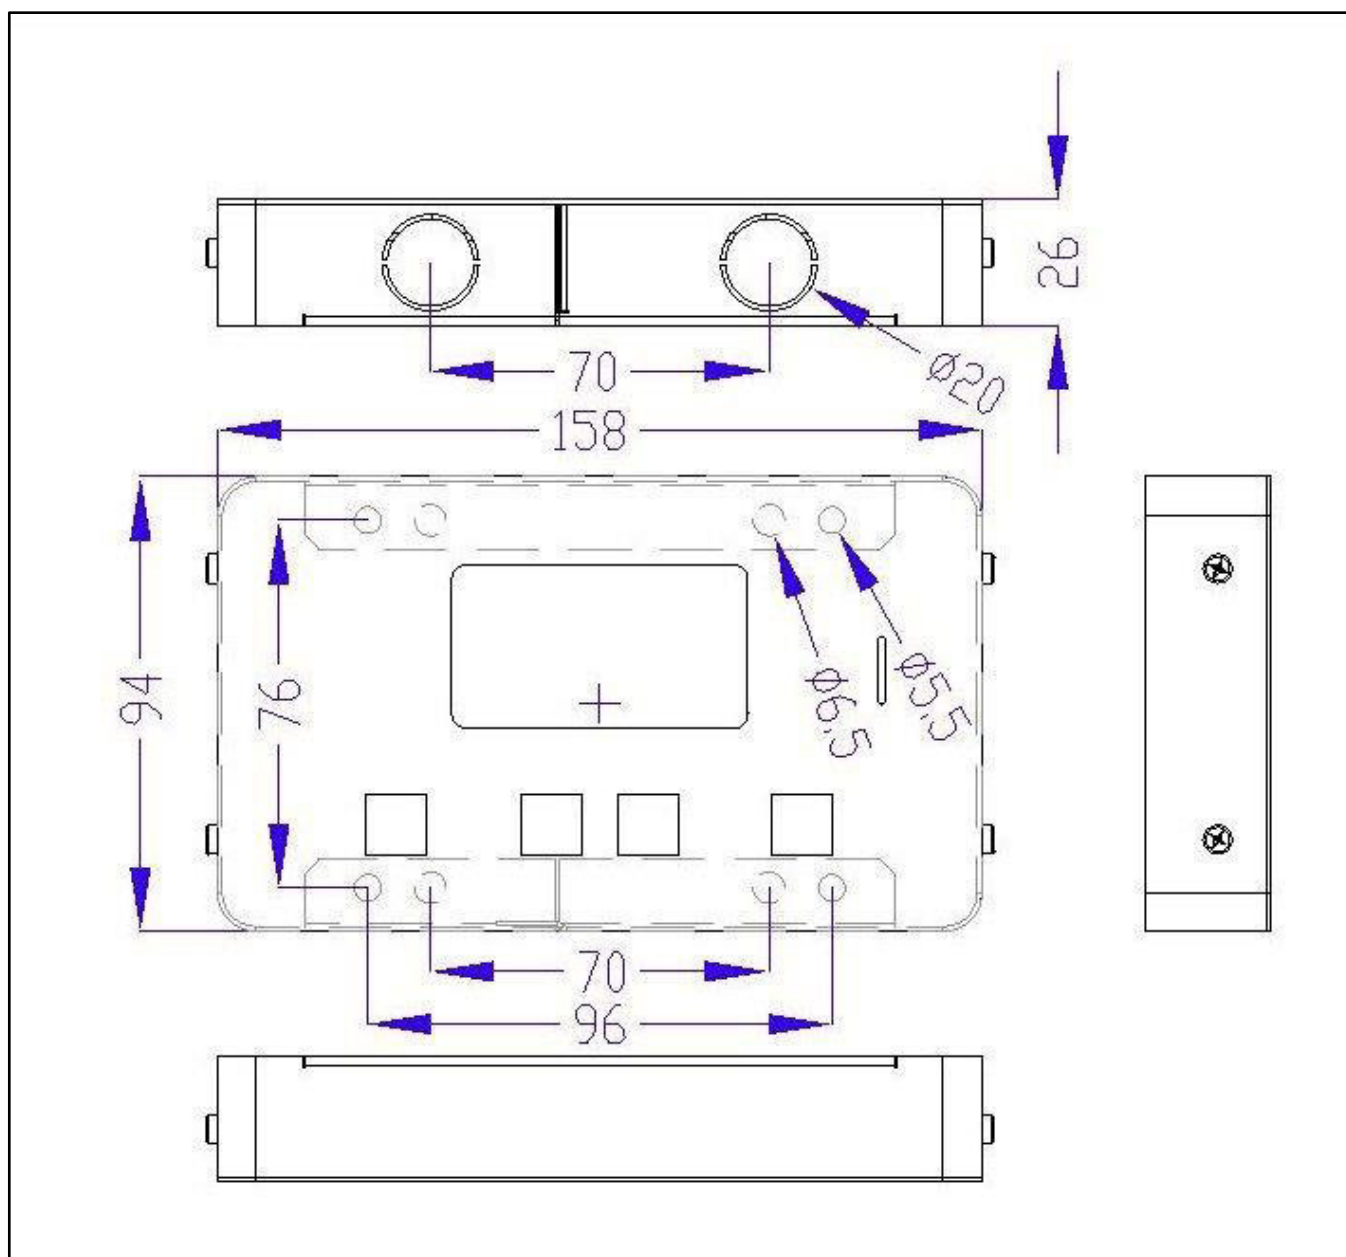

Fig.4 - Dimensioni meccaniche
- 1) Installare il WRD in un luogo asciutto, ha due opzioni di fissaggio: da pannello e con scocca (Fig.4)
- 2) Nella parte posteriore si accede alle connessioni elettriche (Fig.4). Sia la connessione di alimentazione che quella del **WBUS**² sono di tipo a morsetto estraibile facili da cablare. Collegare correttamente i cavi, se l'alimentazione proviene dalla batteria è raccomandato che sia sotto fusibile (0,5A) per la protezione dei cavi. Infine, se è utilizzato, collegare anche il cavo Ethernet.